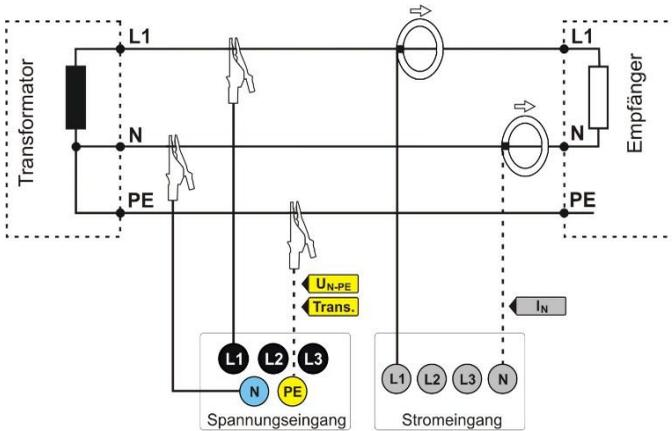

Abb. 16. Anschlussschaltbild - 1-Phasen-System.
- 1-Phasen (Abb. 16)
Schritt 1: Anschließen des Analysators an das gemessene Netz gemäß Abb. 16. Die Eingänge L1, N, und PE sind anzuschließen (aufgrund der Messung von Transienten). Die Zangen müssen nicht angeschlossen werden, da die Messung nicht erforderlich ist. Die Stromversorgung des Analysators (rote Leitungen) kann auch an das gemessene Netz oder eine andere Stromversorgung, die den Anforderungen des Netzteils entspricht, angeschlossen werden, damit der Analysator auf Akkuvorsorgung läuft und aufgrund der Entladung des Akkus ausgeschaltet wird.